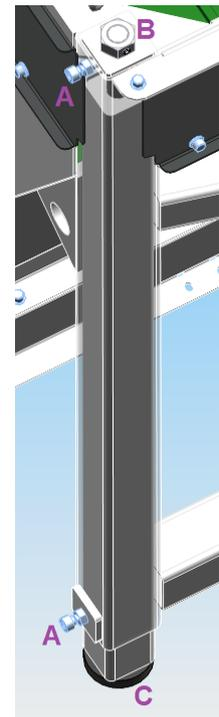

Abb. 2. Stellfüße
3. Maschine ausrichten. Die Maschine funktioniert am besten, wenn sie mit einem Neigungswinkel von 1 - 2° aufgestellt ist. Den Neigungswinkel mit den Stellfüßen (Abb. 2) einstellen. Schraube A lösen. Höhe der Maschine durch Drehen der Mutter B einstellen. Schraube A wieder anziehen. Eine gleichmäßige Verteilung des Gewichts auf die vier Stellfüße ist sehr wichtig, da die Maschine nur dann stabil steht. Dies lässt sich gut an dem Maß der Ausdehnung der Gummifüße (C) erkennen (Abb. 2).